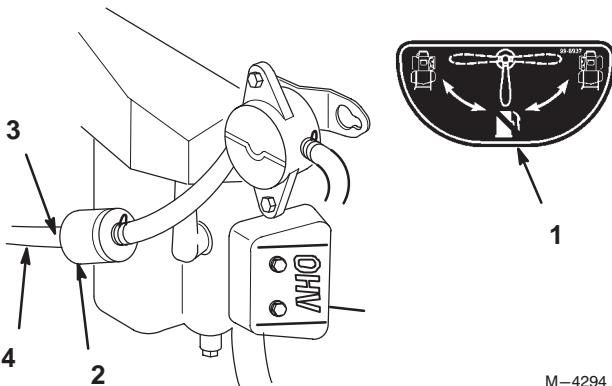

Figure 48
5. Posez un filtre neuf et rapprochez les colliers de fixation du filtre (Fig. 48).
2. Fermez le robinet d’arrivée de carburant (Fig. 48).
3. Desserrez le collier de serrage au niveau du filtre à carburant et repoussez-le le long de la conduite d'alimentation pour l'éloigner du filtre (Fig. 48).
4. Débranchez la conduite d'alimentation du filtre (Fig. 48).
5. Ouvrez le robinet d'arrivée de carburant des réservoirs gauche et droit, et laissez le carburant s'écouler dans un bidon ou un bac de vidange (Fig. 48).
6. Raccordez la conduite d'alimentation au filtre. Rapprochez le collier de serrage du filtre pour fixer la conduite d'alimentation (Fig. 48).